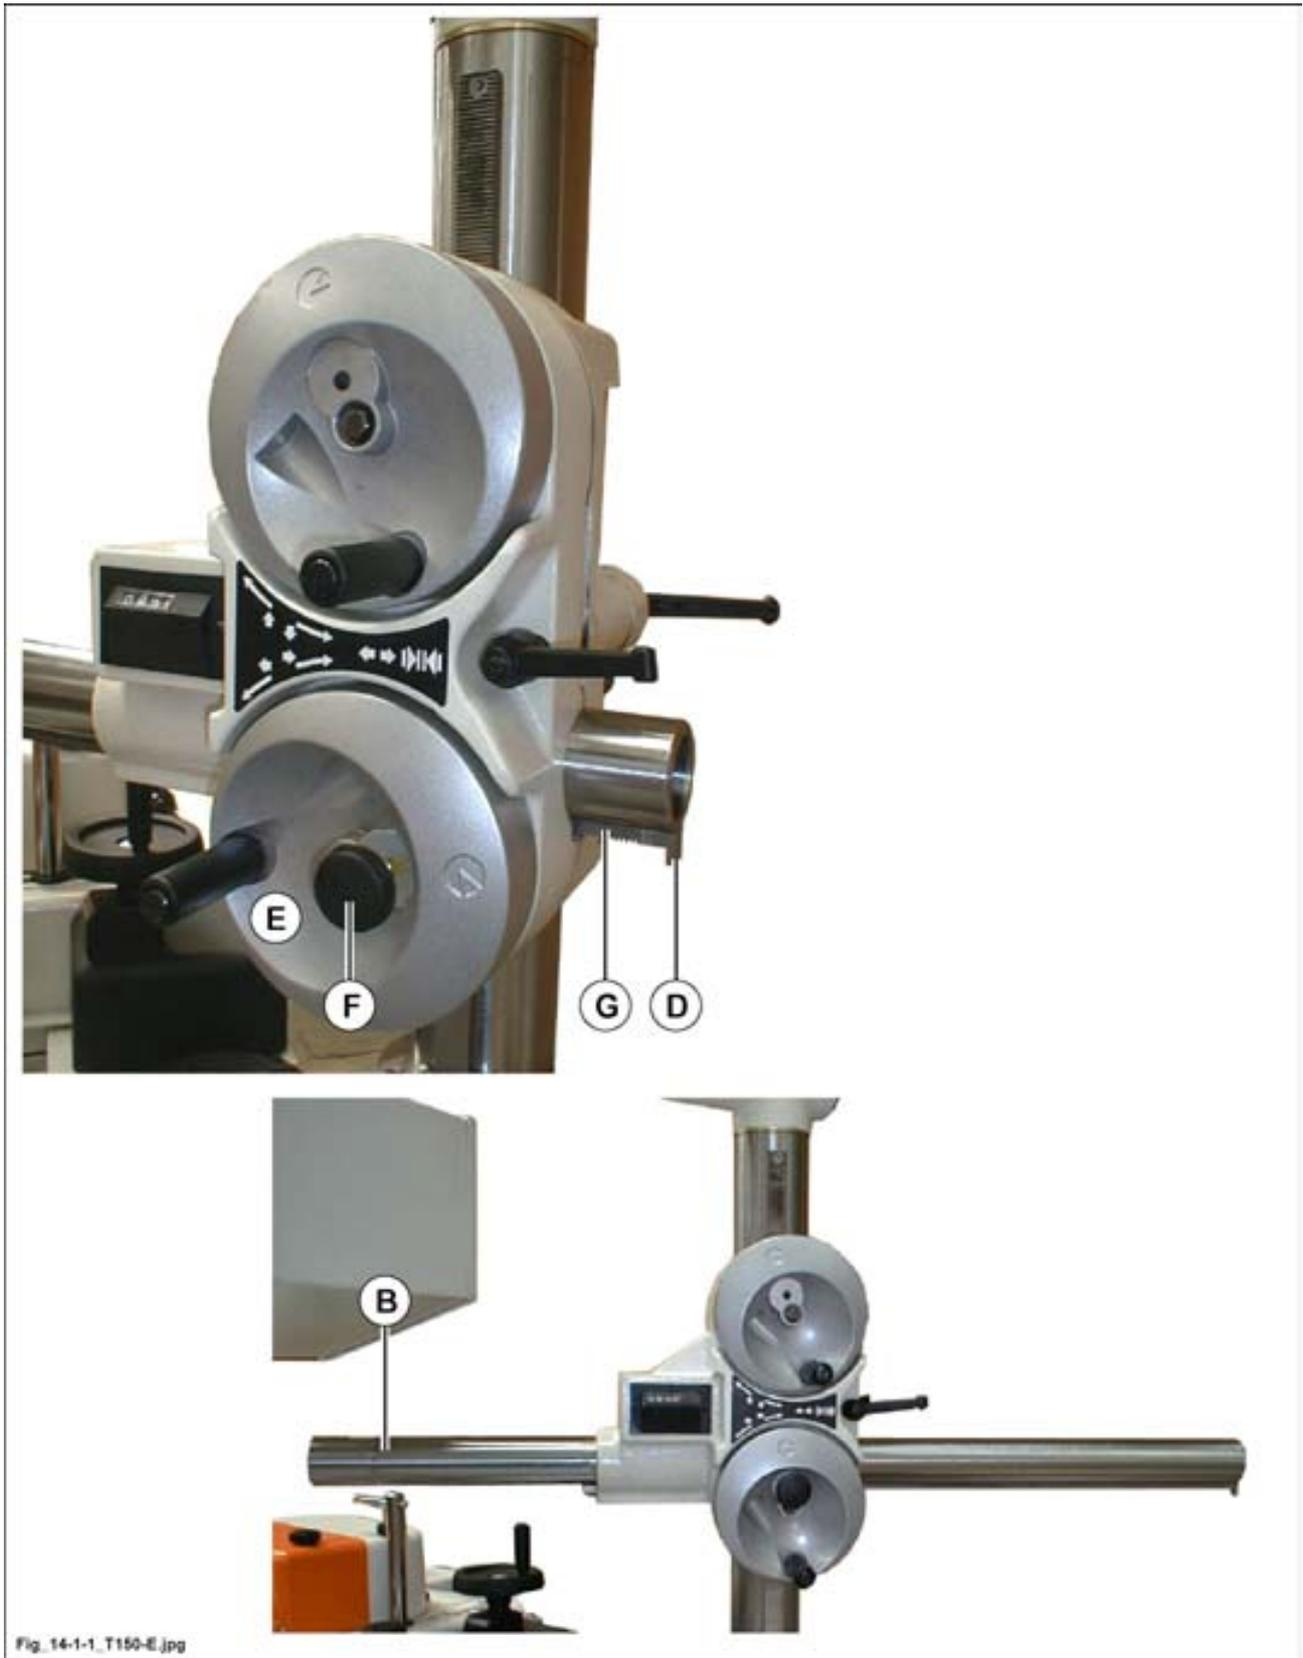

Fig. 14.1-1
- Oter la butée (D fig. 14.1-1).
- Enlever la barre de soutien en tournant le volant (E fig. 14.1-1) en sens anti-horaire, après avoir débloquée la poignée (F fig. 14.1-1).
- Oter les trois vis de fixation de la crémaillère (G fig. 14.1-1).
- Remonter la crémaillère (G fig. 14.1-1) sur le côté (B fig. 14.1-1) de la barre.
- Tourner le volant (E fig. 14.1-1) en sens horaire.
- Positionner la butée (D fig. 14.1-1) sur l'extrémité (B fig. 14.1-1) de la barre.
- Bloquer la poignée (F fig. 14.1-1).